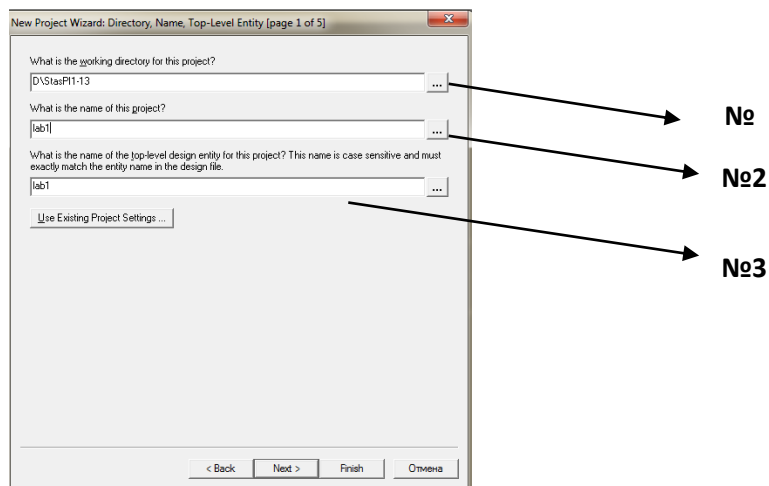

Рис.1.3.
- Нажмите **Next**, появится окно (Рис.1.3.).